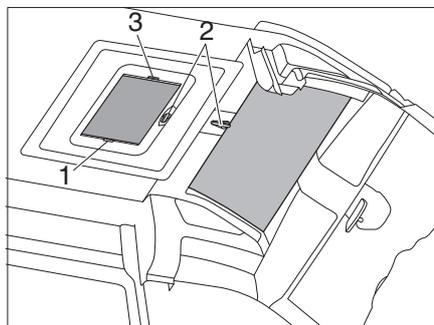

Bild 26 Kurbelhub-Dachhaube mit SkyRoof®
*Öffnen:* ■ Die Handkurbel (Bild 26,2) gegen den Uhrzeigersinn drehen, bis Widerstand spürbar ist (max. Öffnungswinkel 60°, nur bei Heki).
*Schließen:* ■ Die Faltverdunklung am Griff (Bild 26,3) ziehen und an der gewünschten Position loslassen. Die Faltverdunklung bleibt in dieser Position stehen.
*Öffnen:* ■ Die Faltverdunklung am Griff (Bild 26,3) langsam in Ausgangsstellung schieben.
*Schließen:* ■ Den Insektenschutz am Griff (Bild 26,1) zum gegenüberliegenden Griff der Faltverdunklung (Bild 26,3) ziehen.